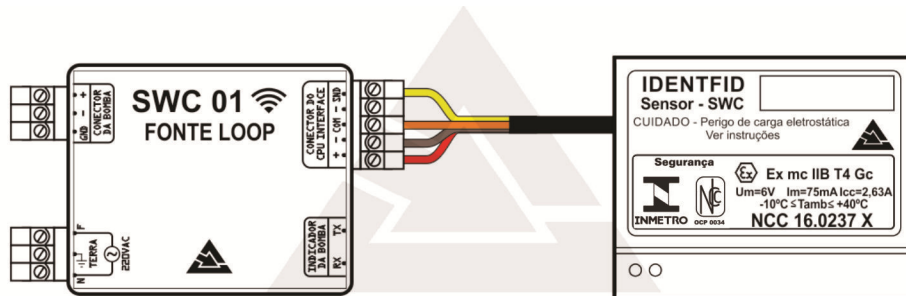

Figura 22 - Ligações SWC01 CPU Master
- Conecte o SWC01 CPU Master ao SWC01 Fonte (No conector que possui serigrafia “Conector do CPU Interface”) conforme a Figura 22 - Ligações SWC01 CPU Master: